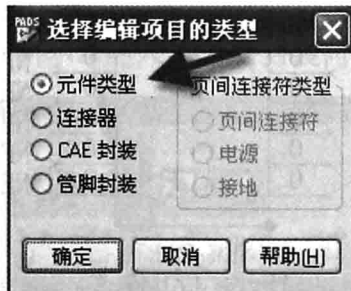
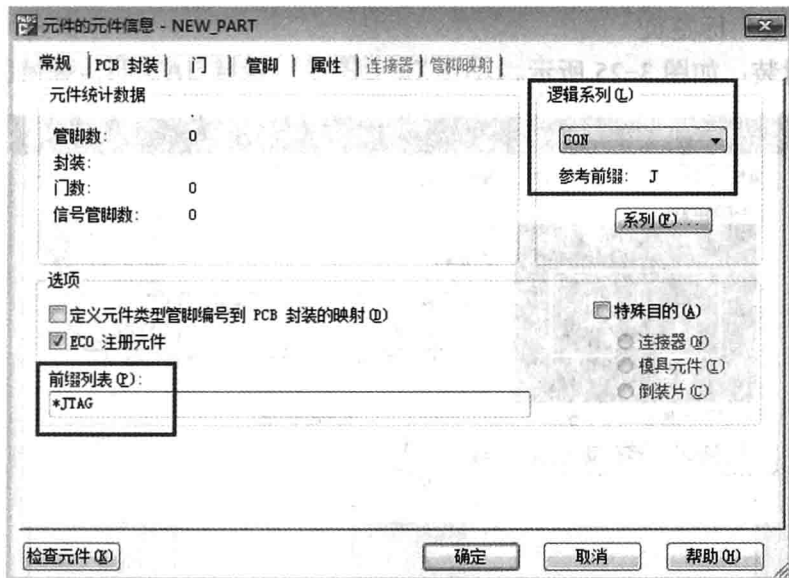

图 3-22 选择元件类型
图 3-23 “元件的元件信息”对话框
(1) 执行菜单命令【文件】→【新建】。在弹出的“选择编辑项目的类型”对话框中，选择“元件类型”后单击【确定】按钮，如图 3-22 所示。继续执行菜单命令【编辑】→【元件类型编辑器】，进入“元件的元件信息”对话框，如图 3-23 所示。